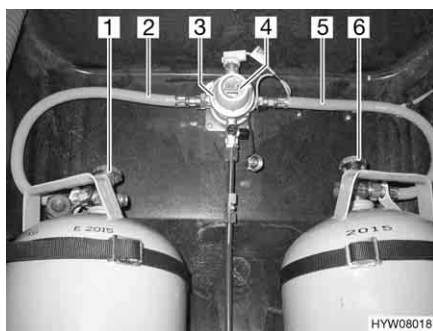
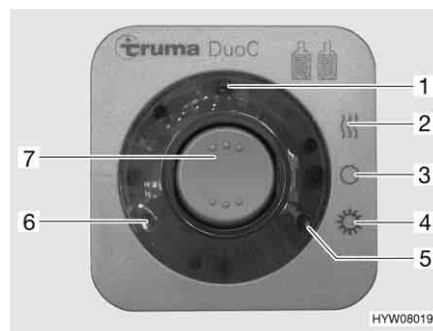

Fig. 75 Impianto di commutazione DuoControl
Fig. 76 Centralina di controllo
L'impianto di commutazione DuoControl è costituito da una valvola di commutazione (Fig. 75,3) e da una centralina di controllo (Fig. 76). La valvola di commutazione è installata tra i tubi del gas (Fig. 75,2 e 5). Con la manopola (Fig. 75,4) sulla valvola di commutazione è possibile stabilire, quale delle bombole del gas viene utilizzata come bombola in uso e quale bombola del gas viene utilizzata come bombola di riserva.
Sulla centralina di controllo (Fig. 76) possono venire azionate solo le funzioni elettriche. Le valvole principali di arresto delle bombole del gas (Fig. 75,1 e 6) devono essere aperti manualmente.
La valvola di commutazione garantisce una pressione del gas costante, indipendentemente da quale bombola provenga l'alimentazione del gas. Le due spie di controllo sulla centralina di controllo indicano il livello di riempimento della bombola in uso. Se è accesa la spia di controllo verde (Fig. 76,6), la bombola in uso è piena. Se è accesa la spia di controllo rossa (Fig. 76,5), la bombola in uso è vuota. Il rifornimento di gas avviene poi tramite la bombola di riserva.
- Aprire le valvole principali di arresto delle bombole del gas (Fig. 75,1 e 6).
- Con la manopola (Fig. 75,4) sulla valvola di commutazione (Fig. 75,3) selezionare la bombola del gas, da cui proviene la principale alimentazione del gas (bombola in uso).
- Sulla centralina di controllo (Fig. 76) attivare l'impianto di commutazione DuoControl.
Posizionare l'interruttore a bilico (Fig. 76,7) su funzionamento invernale "On e riscaldamento" (Fig. 76,2) oppure su funzionamento estivo "On" (Fig. 76,4). La valvola di commutazione è ora disareata. La spia di controllo gialla (Fig. 76,1) è accesa, se si seleziona la modalità di funzionamento invernale e l'impianto antighiaccio con regolatore è attivato.
- Portare l'interruttore a bilico (Fig. 76,7) in posizione "O" (Fig. 76,3). La spia gialla di controllo (Fig. 76,1) si spegne.
- Chiudere le valvole principali di arresto delle bombole del gas (Fig. 75,1 e 6).
Le spie di controllo sulla centralina di controllo (Fig. 76,5 e 6) segnalano all'interno del veicolo, se la bombola in uso è pronta al funzionamento.
Se la spia di controllo verde (Fig. 76,6) si spegne durante il funzionamento e la spia di controllo rossa (Fig. 76,5) si accende, significa che la bombola del gas selezionata come bombola in uso è vuota e deve essere sostituita. La bombola di riserva continua ad alimentare le utenze a gas.